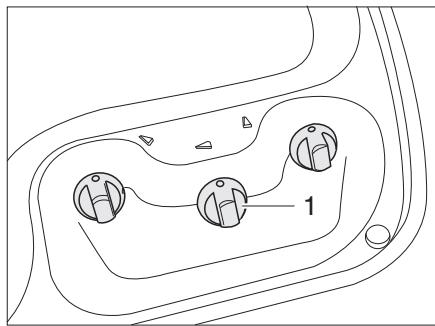
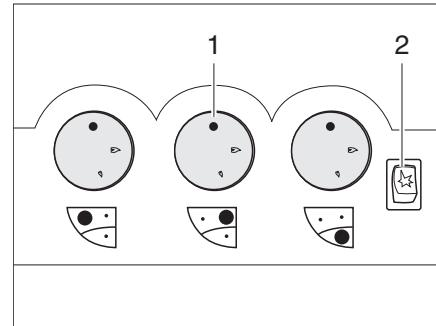

Fig. 341 Elementi di comando del fornello a gas (senza tasto di accensione piezoelettrico)
Fig. 342 Elementi di comando del fornello a gas (con tasto di accensione piezoelettrico)
- Ruotare il pomello girevole (Fig. 341,1 o Fig. 342,1) dell'apparecchio a fiamma libera desiderato in posizione accesa (fiamma alta).
- Se è presente un tasto di accensione (Fig. 342,2): Generare la scintilla premendo il tasto di accensione.